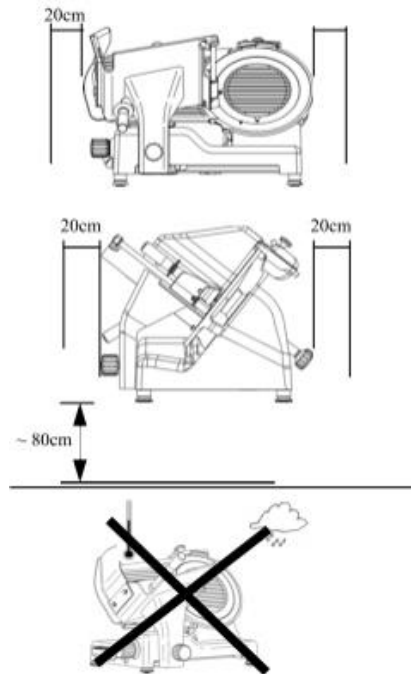

Fig. 14
- Para poder usar la cortadora, mantenga una distancia de por lo menos 20 cm (fig. 14) entre la cortadora y las paredes, objetos, estanterías, etc.